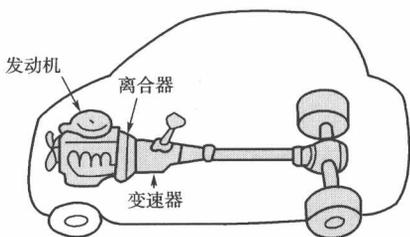

图 1-1 离合器安装位置示意图
(1) 离合器安装在发动机(飞轮)与变速器之间,如图 1-1 所示。